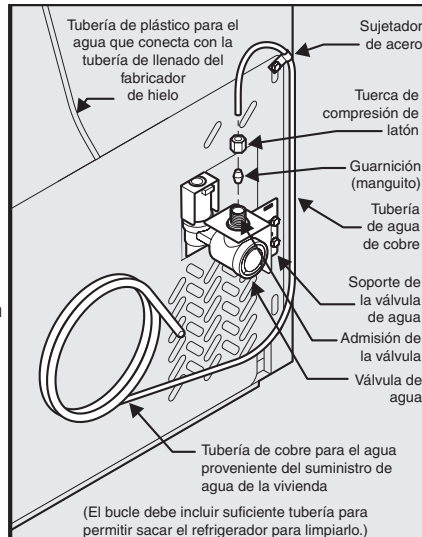
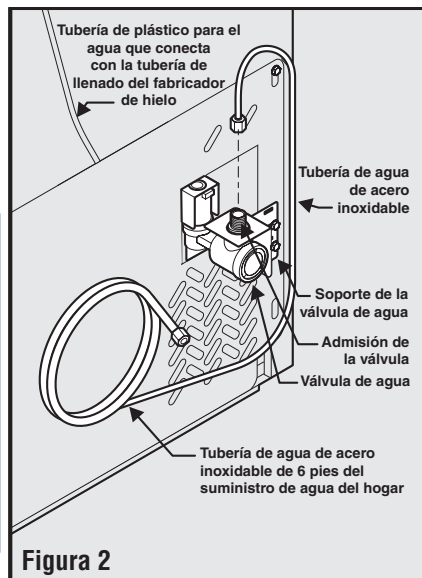

Figura 1
Figura 2
- Si utiliza tuberías de cobre, deslice la tuerca de compresión de latón y la guarnición (manguito) en la tubería de suministro de agua. Inserte la tubería de agua en la admisión de la válvula de agua tan adentro como sea posible (1/4" / 6 mm). Inserte la guarnición (manguito) en la admisión de la válvula y apriete a mano la tuerca de compresión en la válvula. Apriete media vuelta adicional con una llave. NO apriete demasiado. **Vea la figura 1.** Si utiliza tuberías de acero inoxidable, la tuerca y la férula ya están colocadas en la tubería. Deslice la tuerca de compresión sobre la admisión de la válvula y apriétela a mano. Apriete media vuelta adicional con una llave. NO apriete demasiado. **Vea la figura 2.**